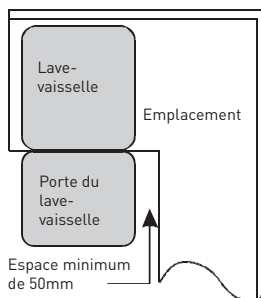

Figure 2 : Espace minimum lorsque la porte est ouverte.
2. Si le lave-vaisselle est installé dans un coin du meuble, il est indispensable de conserver un espace (illustré dans la figure 2) lorsque la porte est ouverte.